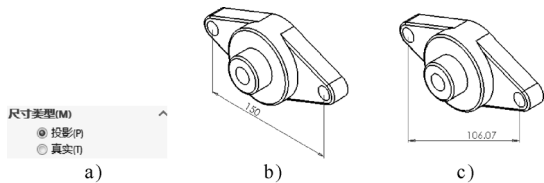

图 7-17 “尺寸类型”卷展栏的作用
- “尺寸类型”卷展栏：选中此卷展栏中的“真实”单选按钮，在视图中标注的尺寸为模型的真实值，如选择“投影”按钮，则在模型中标注的尺寸为模型在当前平面的投影尺寸，如图 7-17 所示，此功能在轴测图中有明显区别。